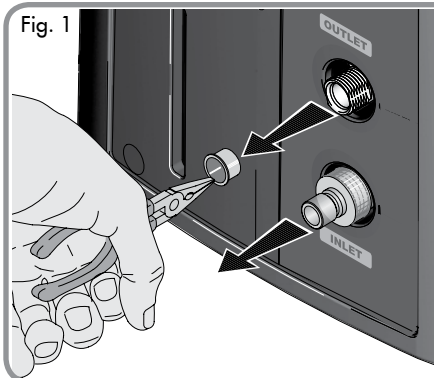

Fig. 1
Remove and discard the shipping plugs from the machine outlet and inlet (Fig. 1). Connect the high pressure hose by carefully inserting the fitting with the o-ring into the high pressure outlet and tighten the threaded nut by hand. (Fig. 1)
Extraer el tapones de transporte del empalme de la máquina y eliminarlo (Fig. 1). Conectar la manguera de alta presión insertando cuidadosamente la pieza de conexión con junta tórica dentro de la toma de alta presión, y apretar manualmente la tuerca roscada. (Fig. 1)
1. Connect the high pressure hose to the machine outlet. Ensure that the threads are aligned properly and that the connection is secure (Fig. 1 - page 12).
1. Conecte el tubo de alta presión a la salida de la máquina. Asegúrese de que los conductos están correctamente alineados y de que la conexión es segura (Fig. 1 - pág. 12).